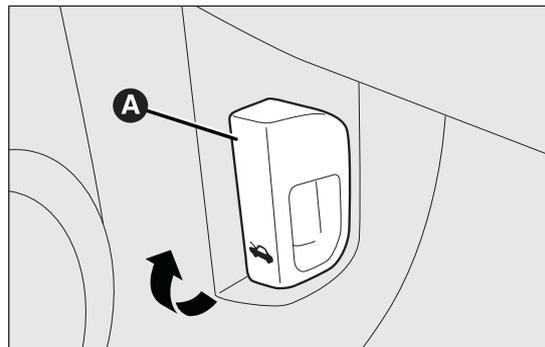

fig. 82
- tirer le levier A fig. 82 dans le sens indiqué par la flèche ;